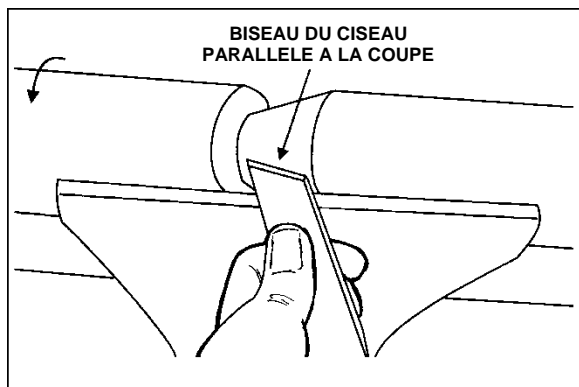

Figure 10-8 : Coupes en V
4. Avec le biseau parallèle au côté droit de la coupe, soulever la poignée et enfoncer l'outil à la profondeur souhaitée, comme illustré à la figure 10-8.